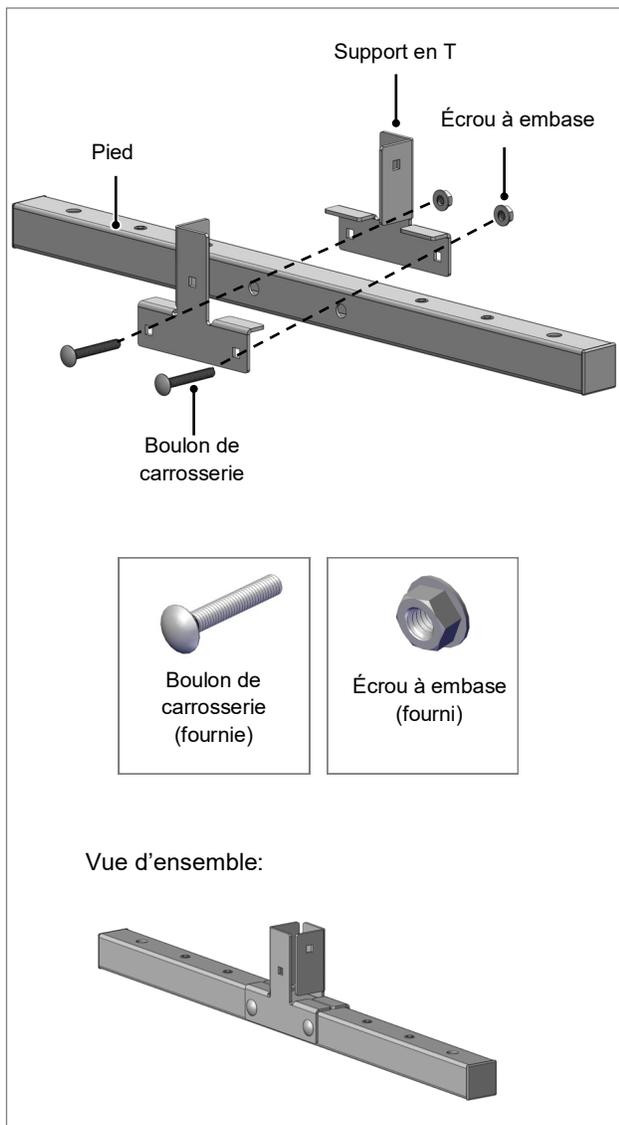

Fig. 3. Pied
- Fixez un (1) support en T de chaque côté de la barre d'assemblage du pied et fixez avec deux (2) boulons de carrosserie et (2) écrous à embase (figure 3).